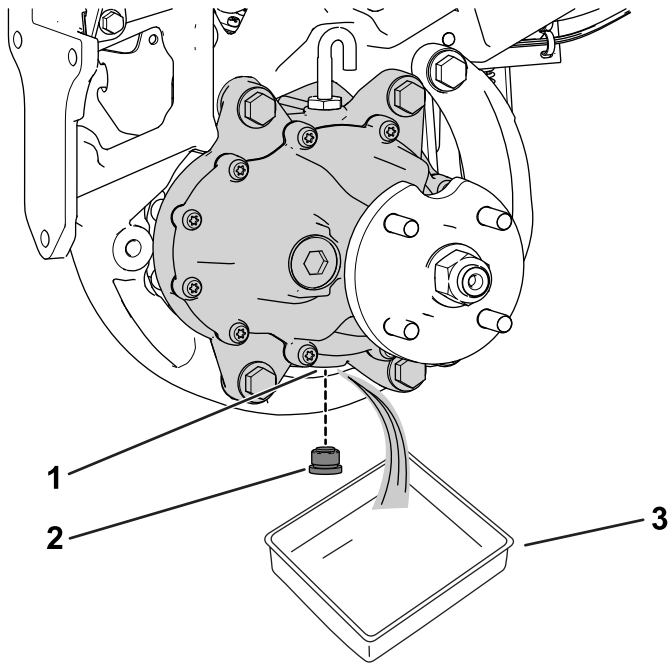

図 61
3. ホイールモーターアセンブリ下にオイルを受ける容器を置く 図 61。
4. ドレンポートからプラグを外す 図 61。
6. ドレンポートにドレンプラグを取り付ける 図 61。